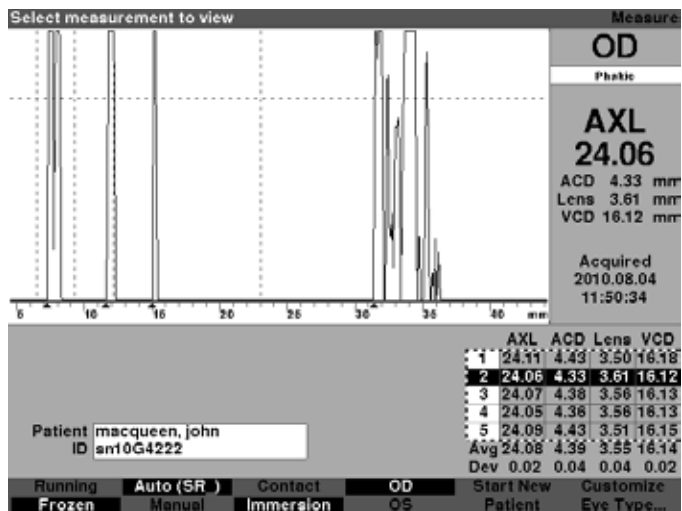

Figura 6-5 Medição selecionada
3. Dentro da tabela de medições, gire o botão para navegar pela lista de medições. Você também pode simplesmente pressionar o número (1 a 5) da medição no teclado. A medição delineada com texto em branco num fundo preto é a medição ativa conforme mostrado na Figura 6-5.